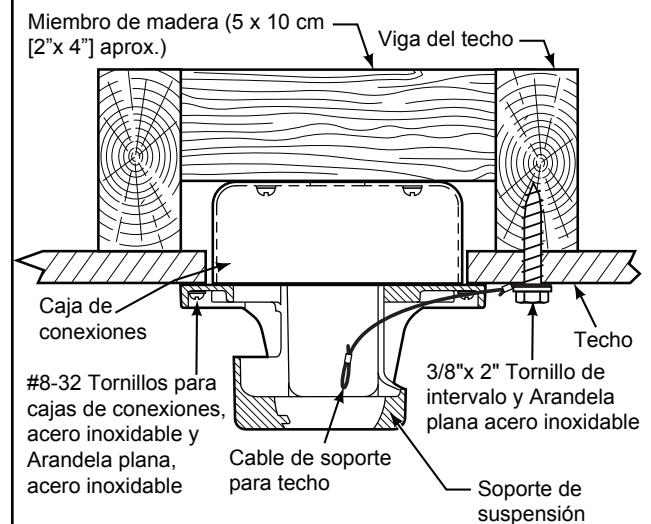

Figura 3
### Uso del soporte (Figura 3)
3. Afloje los dos tornillos de fijación del soporte del barral de soporte para techo a través de la varilla. Introduzca los cables de color marrón, azul, rojo, gris, amarillo cables y cable de seguridad a través de la varilla. (Figura 3)
1. Fije adecuadamente el soporte colgante a la caja de empalme del techo que sea aceptable para el soporte del techo. Usando los tornillos de la caja de salida #8-32 y las arandelas planas suministrado con el ventilador. (Figura 3)
2. Perfore un orificio de 1/4" en la estructura del edificio para evitar grietas con la instalación del tornillo de intervalo. Utilice el tornillo de intervalo de 3/8"x 2" y la arandela plana para fijar el cable de seguridad a la viga del techo o a la estructura de madera. Dicho tornillo pasará a través de arandela plana, la presilla del cable de seguridad y se fijará en la estructura del edificio. (Figura 3)
**NOTA:** El cable de soporte para techo no se puede asegurar solamente a la caja de conexiones; se debe asegurar directamente a la viga de techo o miembro estructural con el tornillo de cabeza cuadrada de 3/8"x2" y la arandela plana. (Figura 3)
2. Deslice el receptor en el soporte de suspensión antes de realizar el cableado como se muestra en la figura 3.